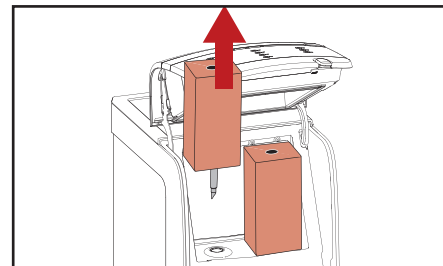

Abb. 5.8 – Packs entfernen
3. Entfernen Sie die Produkt-Packs (Abb. 5.8).